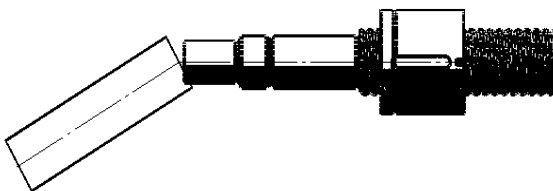

Abb. 4
- Die Hülse abnehmen. Mutter gegen das Herauslaufen von der Spindel sichern (mit Gummiring oder Axialsicherung der Hülse) (Abb.4)